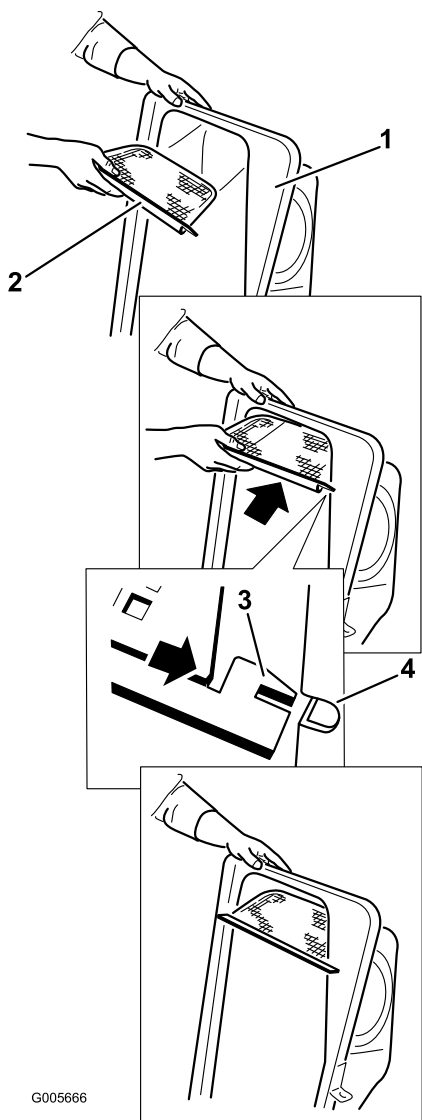

Figura 12
2. Montate la griglia come illustrato nella Figura 12 e verificate che sia inclinata verso i cestini di raccolta.